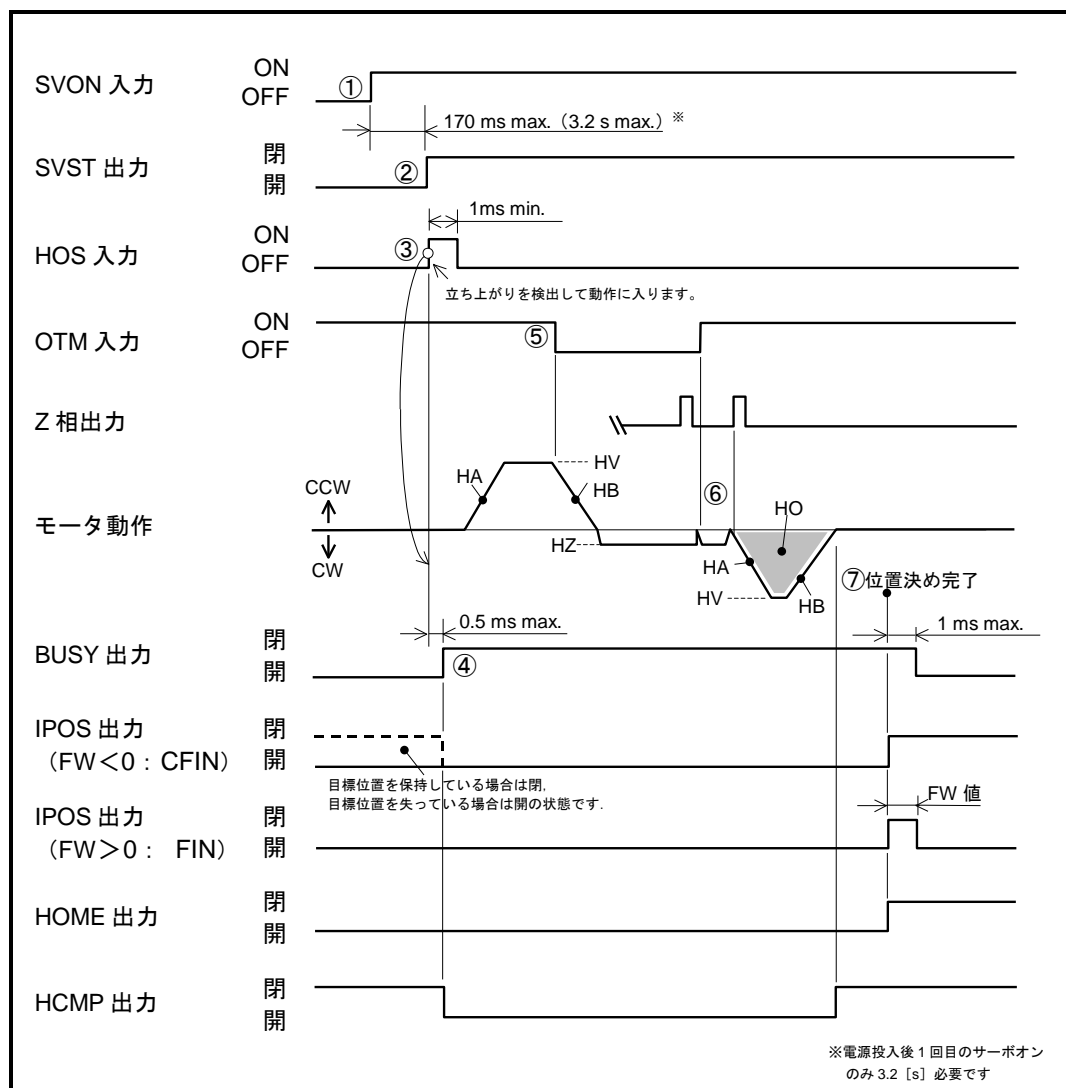

図 8-31：原点復帰運転タイミング (OS7・DI0・HD1, HO<0 の場合)
- ①SVON 入力：サーボオン を ON にし，モータをサーボオン状態とします。
- ②モータがサーボオン状態になると SVST 出力：サーボ状態 が閉になります。
- ③HOS 入力：原点復帰運転起動 を OFF から ON にすると，原点復帰運転を開始します。現在の座標方向に対して，パラメータ HD：原点復帰方向 を適用した方向に回転を開始します。（図 8-31 では，パラメータ DI0, HD1）